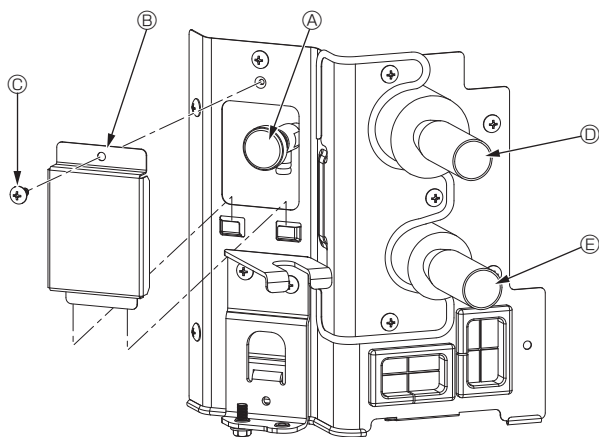

Fig. 7-1
7.2.2. Vanne de purge de l'appareil intérieur (Fig. 7-1)
- ① Retirez le couvercle de la vanne de purge.
- ② Maintenez "A" avec les doigts et tournez-le 3-4 fois.
- ④ Vanne de purge
- ⑥ Couvercle de la vanne de purge (Couple de serrage : $1,3 \pm 0,3$ N·m)
- ③ Vis
- ⑤ De l'unité HBC (entrée)
- ⑦ Vers l'unité HBC (sortie)